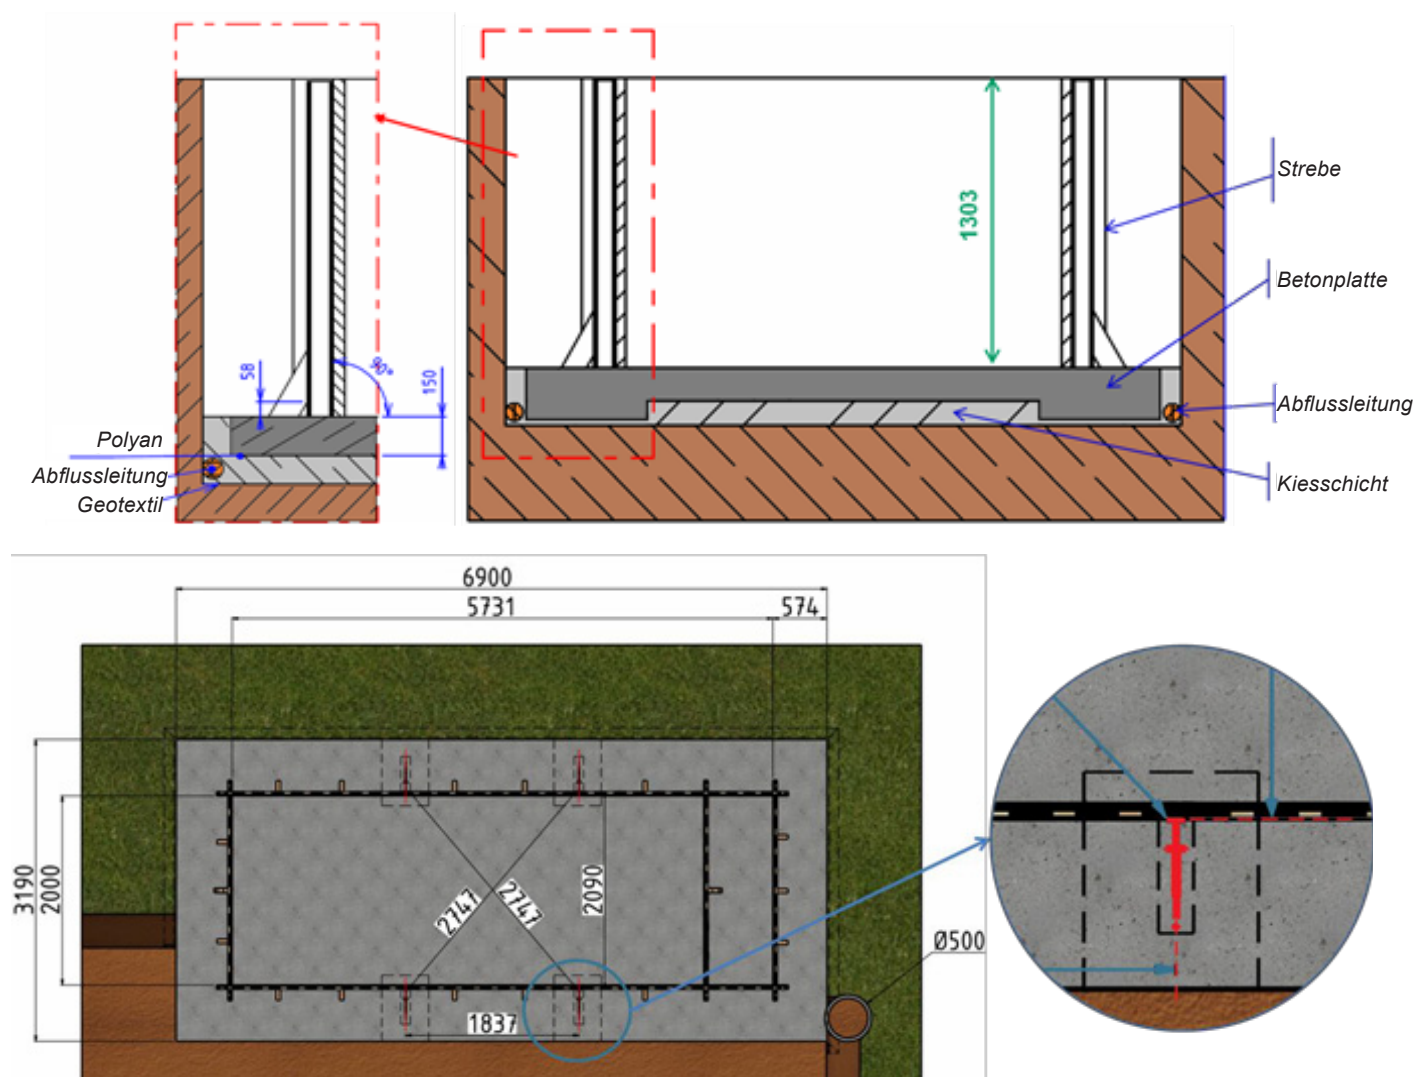

Abbildung 4 – Positionierung der Streben
TIPP : Sie können die Streben verwenden, um die Höhe der fertigen Betonplatte zu materialisieren. Zur Nivellierung des Pools 0 als Niveau nehmen, (unter den Holzteilen des Handlaufs, siehe **Abbildung 4**, 1303 mm abmessen und an dieser Kante des Strebens einen Strich ziehen. Dieser Strich wird der endliche Wert der Betonplatte sein.
- ❗ Stellen Sie sicher, dass alle in der **Abbildung 4** gezeigten Abmessungen eingehalten werden, bevor Sie zum nächsten Schritt übergehen.